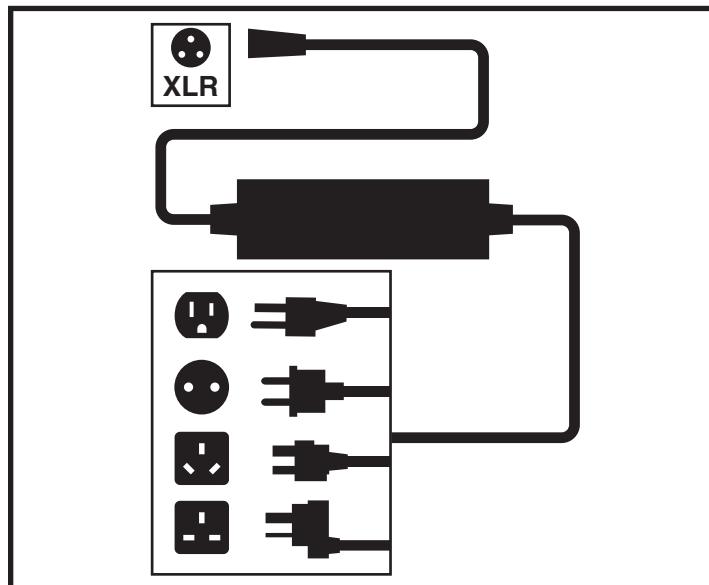

图 14. 电池充电
您的电动轮椅可能配备了可以调节的定位腰带。见图14。定位腰带设计用于为乘员提供支持，保证乘员不会在座椅上向前或向后滑动。定位腰带并非设计作为约束装置使用。
3. 将非车载充电器插入控制器上的非车载充电器/编程插孔。见图 14。